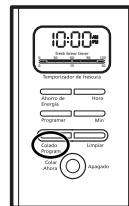

Figura 9
3. Para activar el ciclo de colado programado y programar su cafetera para colar café posteriormente, oprima una vez el botón “Colado Program.” Se encenderá el indicador luminoso de ciclo retardado “Colado Program.”. La cafetera está ahora lista para colar café a la hora preestablecida (Figura 9).
Oprima el botón “Colado Program.” hasta que todas las luces se apaguen (Figura 9).